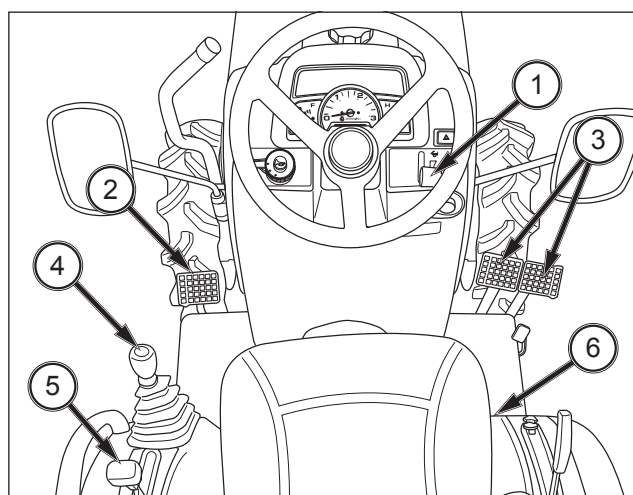

ABB. 55
ABB. 55: Zum Anhalten des Traktors den Gashebel (1) zurückziehen, um die Motordrehzahl und somit auch die Fahrgeschwindigkeit zu reduzieren. Zum Anhalten das Kupplungspedal (2) durchtreten und das Bremspedal (3) betätigen. Den Hauptgangschalthebel (4) und den Fahrbereichshebel (5) in die Neutralstellung bewegen. Den Feststellbremshebel (6) hochziehen.